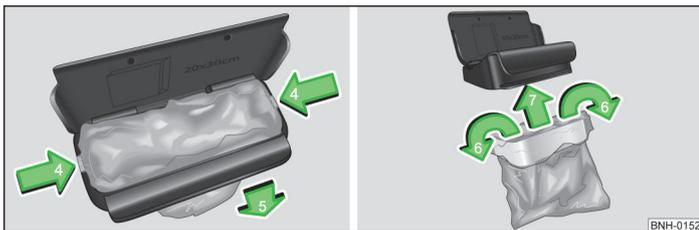

Abb. 4 Beutel ersetzen
- › Die beiden Rastnasen des Innenrahmens in Pfeilrichtung 4 » Abb. 4 vom Behälterkörper abdrücken.